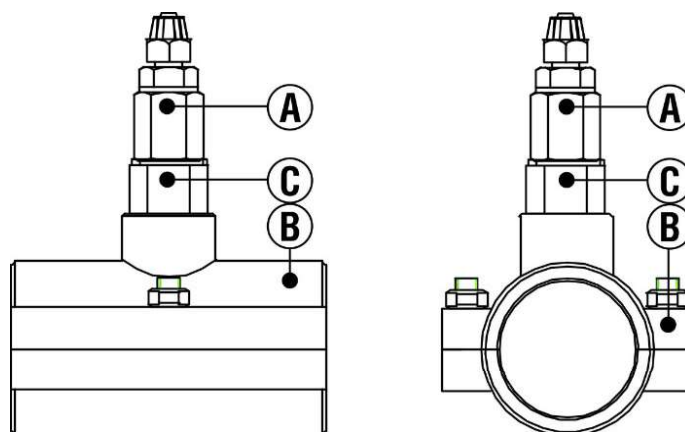

Рис. 10
3.9 УСТАНОВКА КЛАПАНА ВПРЫСКА РЕАГЕНТА (для версии eTWIN с перистальтическими насосами) (Рис. 10)
Для установки клапана впрыска реагента вы можете использовать зажимное седло с внутренней резьбой DN50 - 1/2" GF* и переходной ниппель M1/2" – F3/8"* , как показано на Рис. 10.